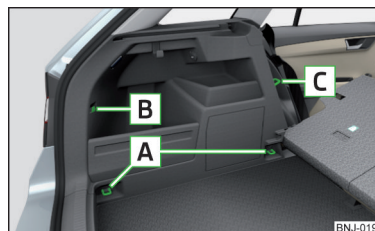
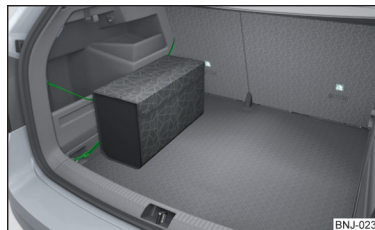

Fig. 94
Fig. 97
Prezentarea generală a elementelor de prindere » fig. 94
- Inelele de ancorare **A** » fig. 94 la pagina 87 nu pot fi utilizate pentru fixarea plaselor, dacă podeaua variabilă se află în poziția superioară » pagina 93¹⁾.
Buzunarul » fig. 97 poate fi fixat pe elementele de fixare **A**, **B** și **C** » fig. 94 la pagina 87.